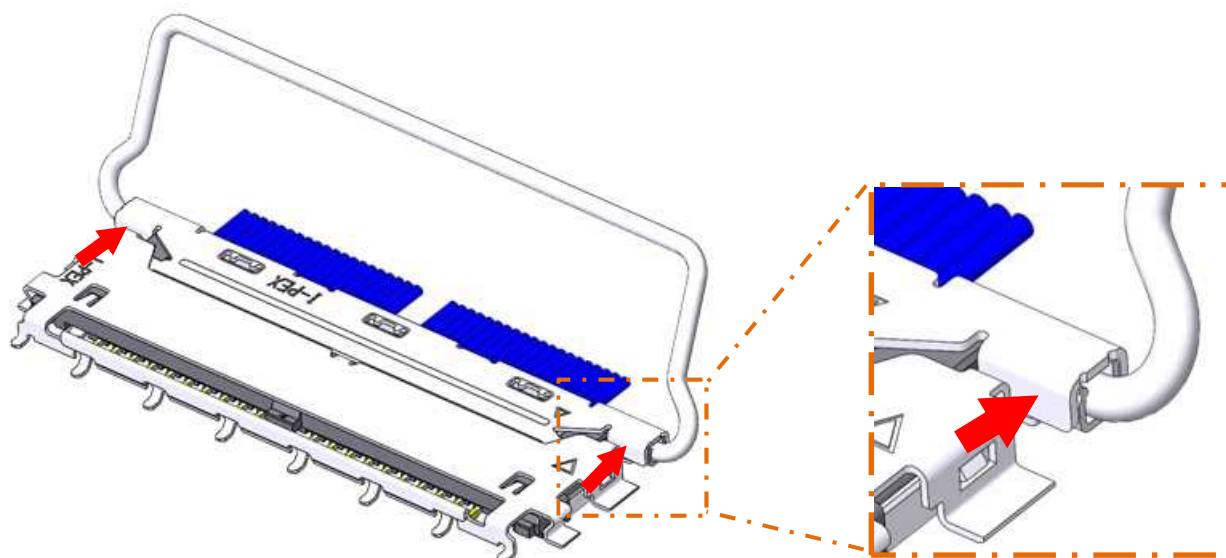

Fig.12
2.2 抜去時は、図 12 に示すように、Plug コネクタの両端を持ち、平行に引き出します。
When withdraw, hold both ends of the plug connector as shown in Fig. 12, and pull it out in parallel.